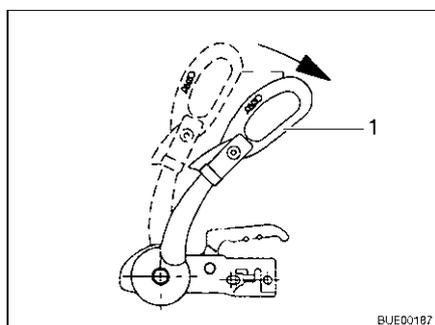

Fig. 191 Maniglia di stabilizzazione
- Aprire la maniglia di stabilizzazione (Fig. 191,1).